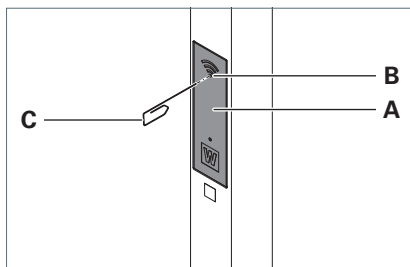

Fig. 1: Clapet de service.
- Pour déverrouiller le clapet de service **A** sur le mât, pousser dans l'ouverture **B** à l'aide d'un trombone déplié **C**, voir Fig. 1.